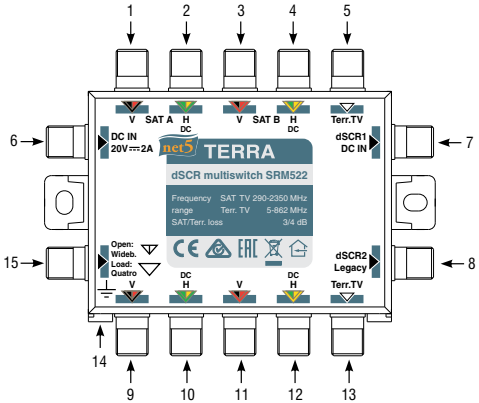

Рис. 1. Внешний вид мультисвича
Конфигурацию мультисвича SRM522 можно изменить с входного режима IF широкополосного спутникового конвертера Ку-диапазона на входной режим IF Quattro спутникового конвертера Ку-диапазона (SAT A, LNB LOlow=9750 MHz и LOhigh=10600 MHz), подключив к конфигурируемому входу нагрузку 75 Ω до включения питания (см. Рис. 1, поз. 15).
1. Мультисвич питается от местного источника (20 V) через входной разъем постоянного тока (см. Рис. 1, поз. 6) и передает постоянный ток в магистральные линии Н. (Рекомендуется использовать блок питания PS202F 20 V).	Рекомендуется в качестве первоочередного варианта. ПРЕДУПРЕЖДЕНИЕ: При подключении магистральных линий Н не перегружайте источник питания. Проверьте общее потребление энергии системы мультисвича и от Н магистральных линий (включая все другое подключенное оборудование). Проверьте, является ли напряжение 20 V допустимым для всех остальных компонентов системы , подключенных к линиям Н. ЕСЛИ ЭТО НАПРЯЖЕНИЕ НЕ ЯВЛЯЕТСЯ ДОПУСТИМЫМ, КОМПОНЕНТАМ МОЖЕТ БЫТЬ НАНЕСЕН ЗНАЧИТЕЛЬНЫЙ ВРЕД! Примечание: Все магистральные линии оснащены пропусканием ПТ.
3. Мультисвич питается от dSCR1/DC IN или dSCR2/Legacy выходов (абонентских) (см. Рис. 1, поз. 7, 8). Мультисвич и оборудование, подключены к магистральным линиям Н, запитанны непосредственно от приемников.	ПРЕДУПРЕЖДЕНИЕ: МУЛЬТИСВИЧ ПОТРЕБЛЯЕТ ТОК И ЭНЕРГИЮ ОТ ВЫХОДА С САМЫМ ВЫСОКИМ НАПРЯЖЕНИЕМ! Подключенные к абонентским выходам приемники должны обеспечивать достаточную мощность питания мультисвича и всего оборудования, подключенного к магистральным линиям Н. В противном случае см. ниже.
4. Мультисвич питается от dSCR1/DC IN выхода через устройство подачи питания dSCR. (см. Рис. 1, поз. 7). (Рекомендуется использовать модель PI012)	Этот режим подобен режиму 1. Мультисвич и оборудование, подключенное к магистральным линиям Н, запитанным через устройство подачи питания dSCR с пропусканием 22 kHz, подключенным к любому выходу dSCR. Используйте выход dSCR1, если Legacy приемника подключен к выходу dSCR2/Legacy. ПРЕДУПРЕЖДЕНИЕ: Не превышайте допустимую нагрузку по току устройства ввода питания и выходов dSCR (не более 800 mA). ПЕРЕГРУЗКА ПО ТОКУ МОЖЕТ ПРИВЕСТИ К ЗНАЧИТЕЛЬНОМУ ПОВРЕЖДЕНИЮ!